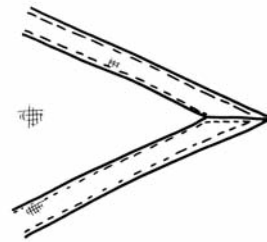

Figure 10
- couper dans l'alignement les bords extérieurs de la bordure et les ourler (fig.10)